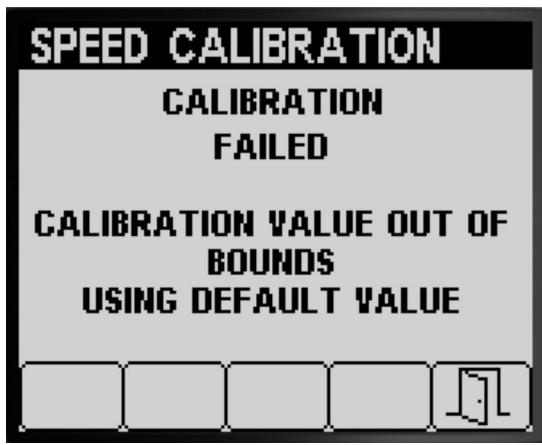

Figura 69
- Compare un messaggio indicante che la taratura della velocità non è andata a buon fine (Figura 69).
Nota: Se il valore della taratura oltrepassa i limiti (Figura 69), contattate il vostro centro assistenza Toro autorizzato; altrimenti, rivedete il messaggio di errore e ripetete i passaggi della procedura di taratura in Preparazione per la taratura della velocità (pagina 25) e Esecuzione della taratura della velocità (pagina 26).
5. Premete il pulsante 5 per uscire dalla schermata Taratura della velocità (Figura 68 e Figura 69).